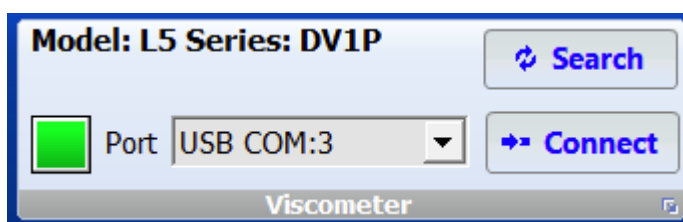

图 III-1
**DV1** 粘度计通过 **USB B**（参阅图 I-2）端口和电脑连接。连接数据线会随 **Wingather SQ** 软件一起提供。连接需要 **Wingather SQ** 软件和 **DV1** 粘度计一起开启才可以建立。使用 **Wingather SQ** 软件上的 **Search** 或 **Connect** 按钮（见图 III-1）。连接成功后，端口名称旁边绿灯亮起。